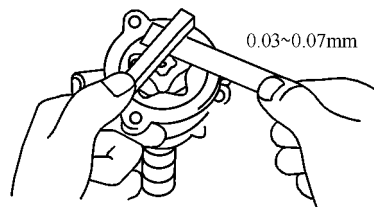

图 4-2 转子与泵体高度间隙的检查
- (1) 机油泵泵轴间隙为 $0.045 \sim 0.085\text{mm}$, 极限为 0.10mm 。
- (2) 转子端面与泵体高度间隙为 $0.03 \sim 0.07\text{mm}$, 极限为 0.07mm , 见图 4-2。
- (3) 外转子和壳体间隙为 $0.10 \sim 0.12\text{mm}$, 极限为 0.30mm 。
- (4) 主、从动转子间间隙极限为 0.12mm 。